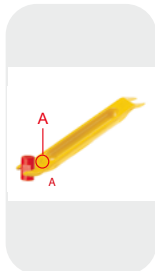

Fig. 16
1. Använd sidan märkt med "A" på verktyget för att ta loss en koppling (Fig. 16).